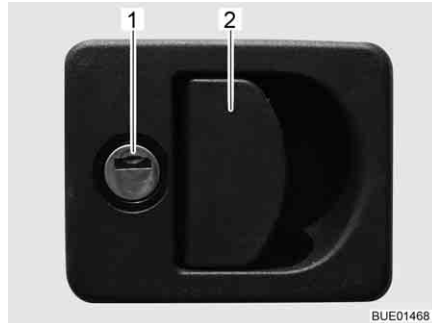

Fig. 47 Serratura dello sportello con impugnatura
- Inserire la chiave nel cilindro della serratura (Fig. 47,1) e ruotare di un quarto di giro. La serratura dello sportello è sbloccata.
- Tirare la maniglia della serratura (Fig. 47,2). In questo modo si apre lo sportello esterno.